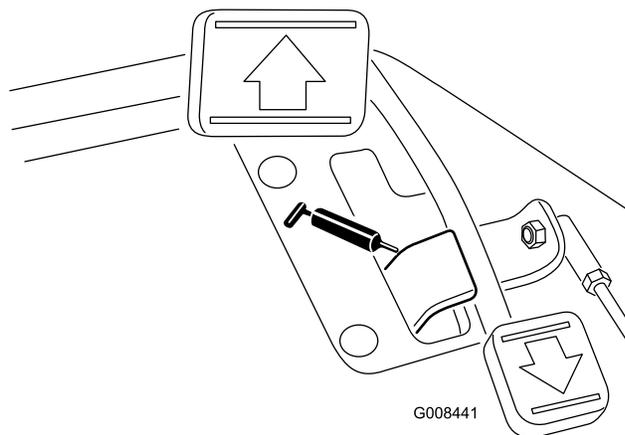

Figura 30
- Articulação do pedal de tração (1) (Figura 30)